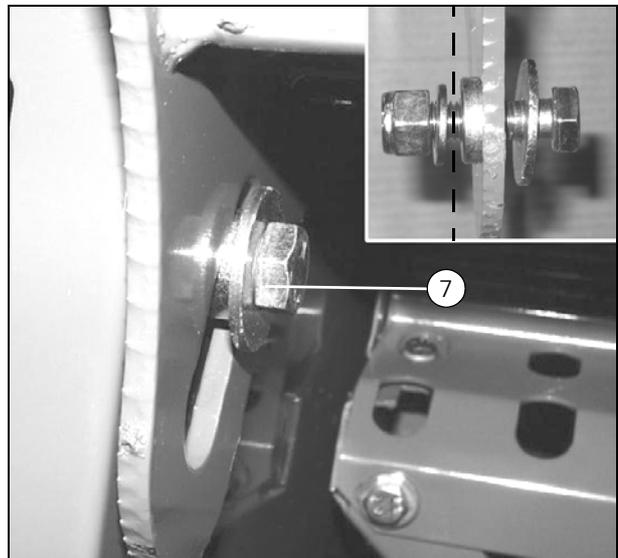

Рисунок 69
- Порядок установки различных деталей на болты подвески показан на (Рис. 69).